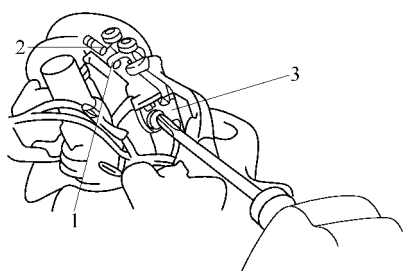

图 5-52 将 3 根配线连接到点火器上
- 2) 用 3 个螺钉将 3 根配线连接到点火器上，如图 5-52 所示。